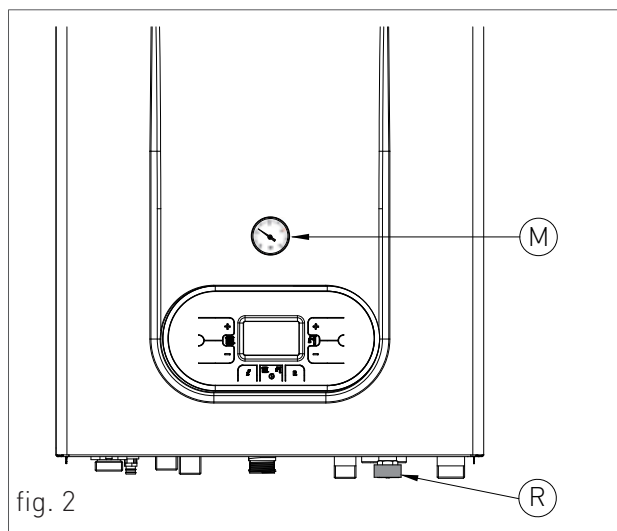
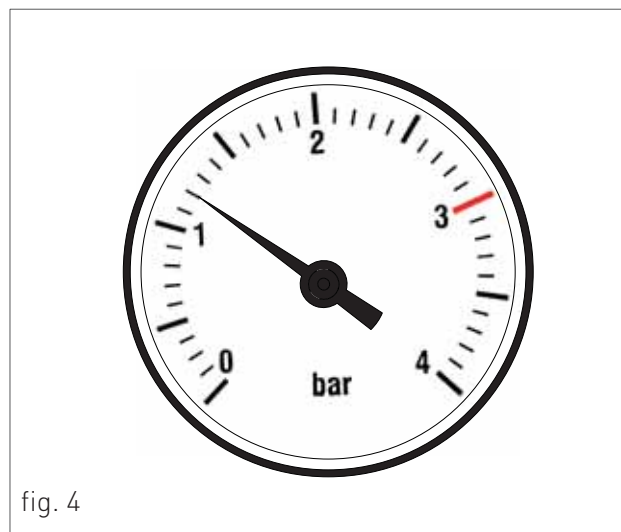

fig. 2
fig. 4
Per il posizionamento, operare come segue (vedi fig. 2):
3. aprire il rubinetto di carico "R" (fig. 2);
5. controllare attraverso il manometro "M" (fig. 2) che la pressione dell'impianto raggiunga 1.2 bar (fig. 4);
6. ad operazione avvenuta, assicurarsi che il rubinetto di carico "R" (fig. 2) sia ben chiuso.
8. se dopo le suddette operazioni si rilevasse una diminuzione della pressione dell'acqua nell'impianto, aprire di nuovo il rubinetto di carico "R" fino a che la pressione nel manometro non segni 1.2 bar (fig. 4)